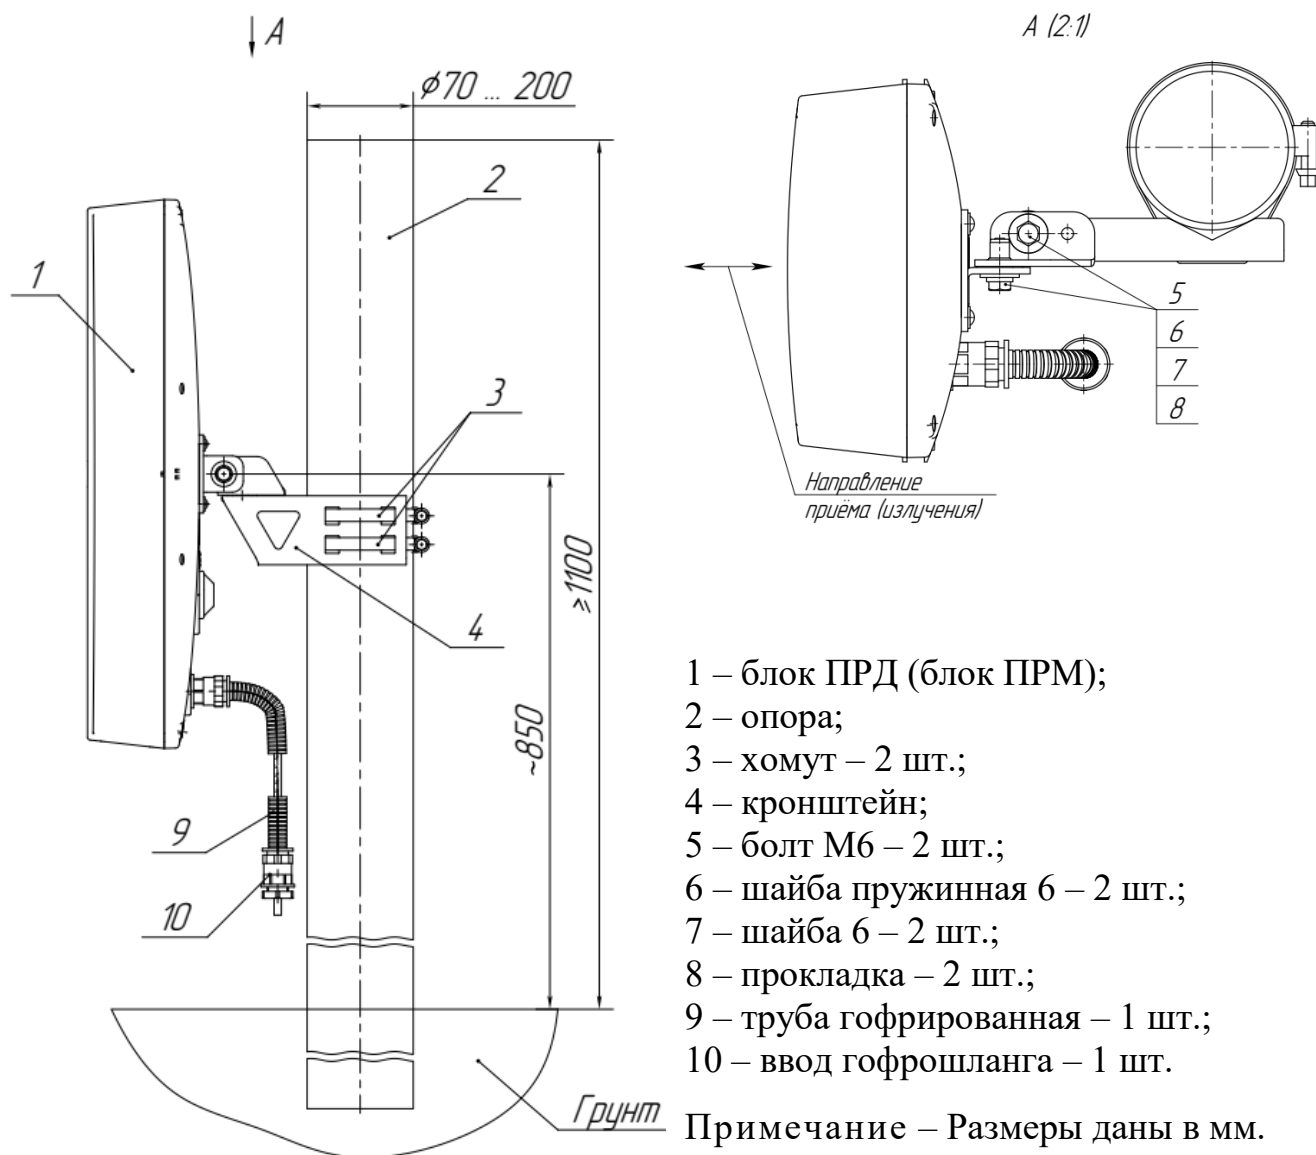

Рисунок 2.5 – Установка блока ПРД (блока ПРМ) извещателей «ФОРТЕЗА-М300», «ФОРТЕЗА-М500» на опоре
2.3.4.3 Установка блока ПРД (блока ПРМ) на кронштейне поз.4 (рисунок 2.5), состоящего из швеллера 2 и уголка 3, показана на рисунке 2.6.
– ослабить болты поз.5 (рисунок 2.5) блока ПРД и блока ПРМ извещателей «ФОРТЕЗА-М300», «ФОРТЕЗА-М500»;